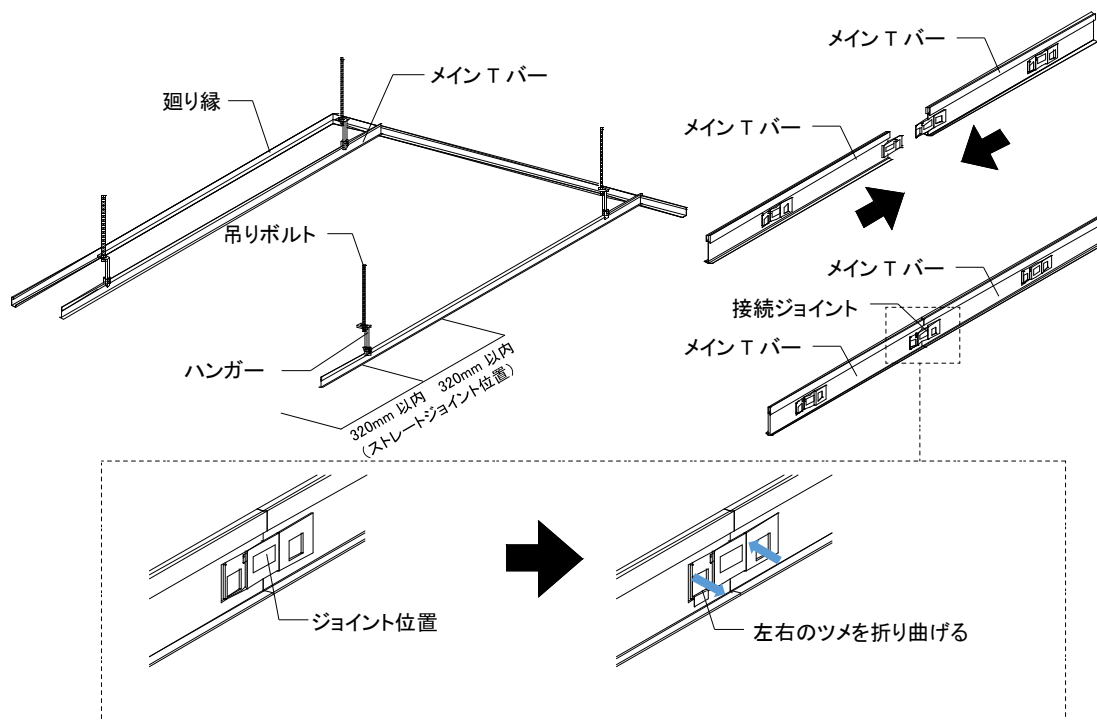

図2-4-2 Tバーの取付け②(メインTバー設置)
②メインTバーのストレートジョイントは、ハンガー芯から 320 mm以内に設置し、ストレートジョイント設置時は以下の点に留意すること。(図 2-4-2 参照)